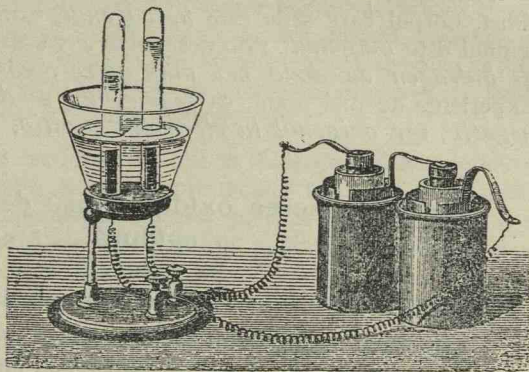

Fig. 19. Voltmetru.
**Descompunerea apei prin electricitate. Experiență.** *Un voltmetru*, fig. 19, e făcut dintr'un vas de sticlă prin fundul căruia pătrund două sârme de platin, care pot fi puse în legătură cu cei doi poli ai unei *baterii de elemente galvanice*. În lăuntru vasului de sticlă aceste sârme sunt terminate prin câte o lamă de platin, numită *electrod*.